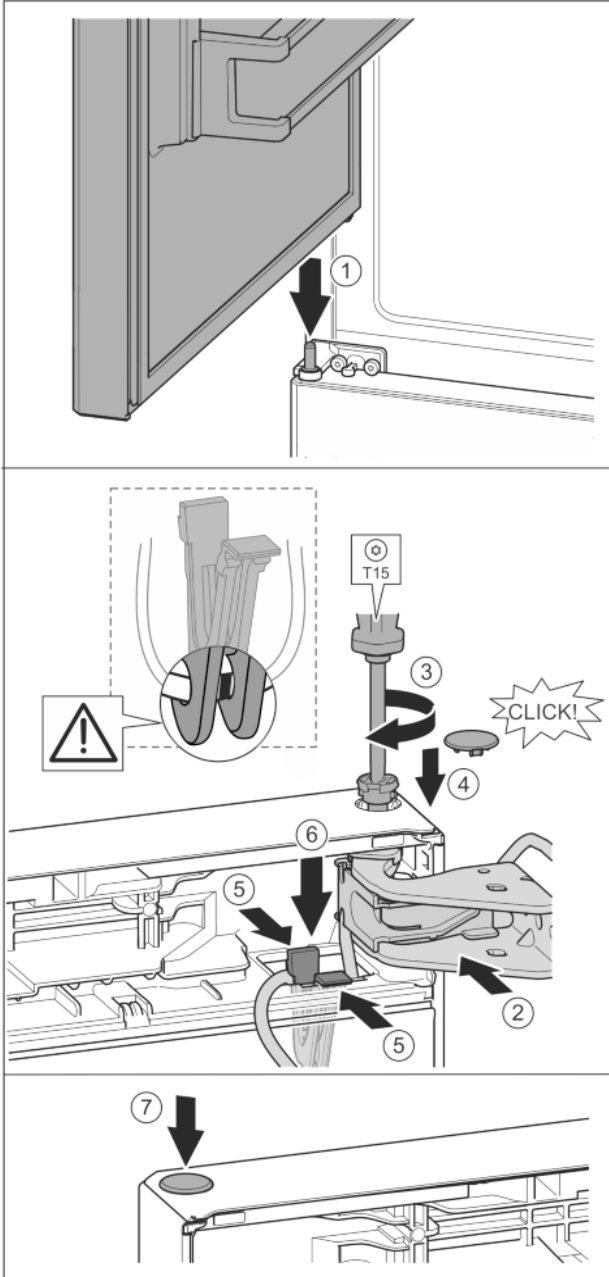

Fig. 36
- ▶ A felső ajtót helyezze a középső csapszegre *Fig. 36 (1)*
- ▶ Fent igazítsa a csapágybak nyílásához az ajtót. *Fig. 36 (2)*
- ▶ Helyezze be a csapot, és a T15 csavarhúzóval húzza meg. *Fig. 36 (3)*
- ▶ Az ajtó biztosítása érdekében szerelje fel a biztonsági fedelet: Helyezze fel a biztonsági fedelet, és ellenőrizze, hogy felfekszik-e az ajtóra. Egyébként a csapszeget teljesen helyezze be. *Fig. 36 (4)*
- ▶ Helyezze a nyílásba a tartót a rárögzített vezetékkel együtt. *Fig. 36 (5)*
- ▶ Nyomja lefelé a fedőlemezt, míg be nem pattant a fedőlemezt. *Fig. 36 (6)*
- ▶ Helyezze be a dugót. *Fig. 36 (7)*